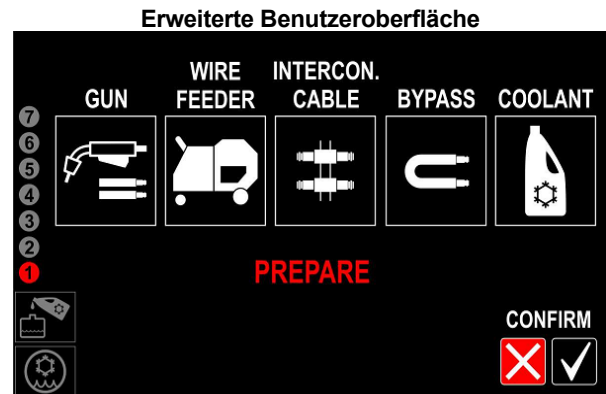

Abbildung 14
- Wenn der **COOL ARC® 60** erstmals mit der Schweißstromquelle verbunden wurde, wird automatisch das Füllverfahren (Abbildung 14 oder 22) gestartet. Entfernen Sie die Tankverschlusskappe, um zu verhindern, dass ein Teilvakuum erzeugt wird.
Wenn ein anderer **Produkt** angeschlossen wird, muss das Füllverfahren manuell gestartet werden. Führen Sie zunächst die in Abbildung 30 oder 33 gezeigten Anweisungen aus und wiederholen Sie dann die in den Abbildung 14 bis 21 bzw. 22 bis 29 gezeigten Schritte.